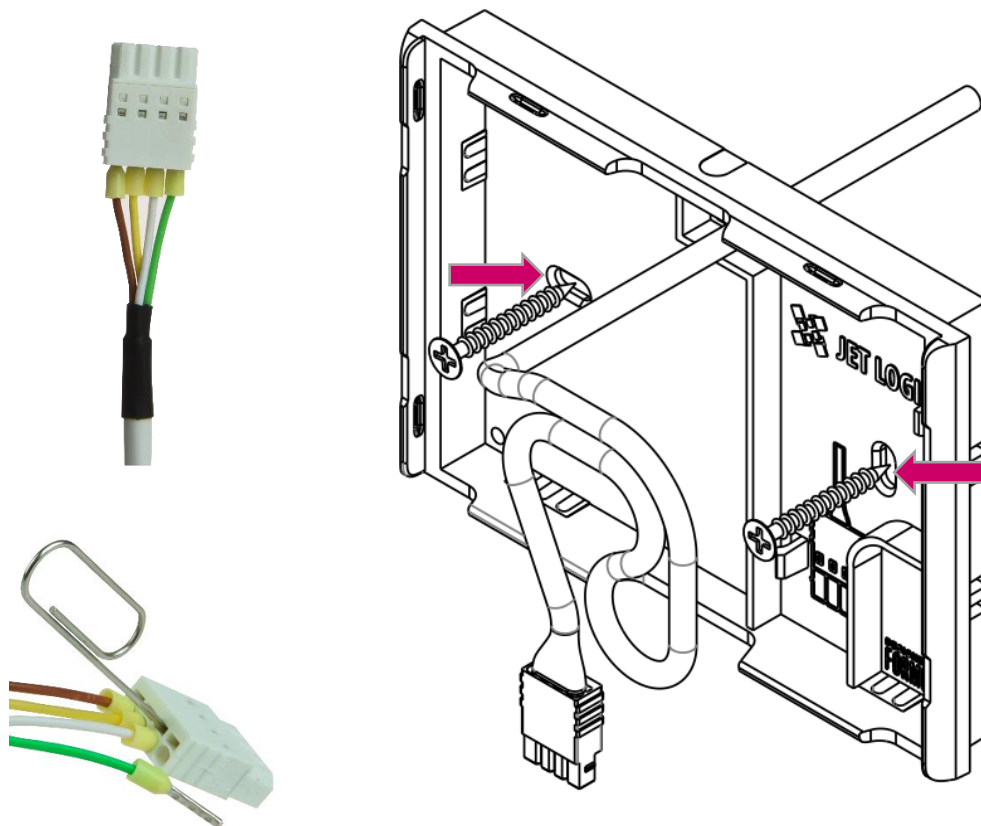

Рисунок 3 - Монтаж панели управления JLV135
2.4 Просверлите в стене отверстия под дюбели 5 мм, в местах крепления устройства к стене, обозначенные на корпусе устройства (Рисунок 3).